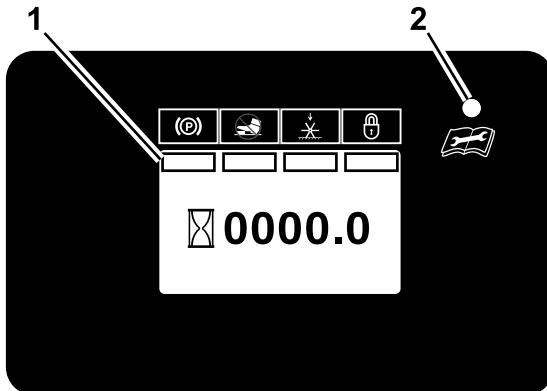
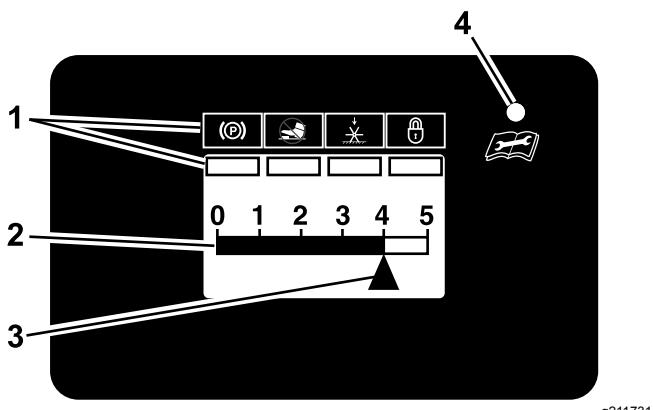

Bild 20
Bild 21
Nach der Anzeige der Startbildschirme erscheint der Standardbildschirm (Bild 20).
Ein höherer Wert in der Statusleiste (Bild 21) erhöht die Einstichtiefe der Belüftungszinken, eine niedrigere Zahl verringert sie.
Die LED ist mehrfarbig (Bild 20 und Bild 21), um den Systemstatus anzuzeigen:
- Um die Einstellung zu sperren, drehen Sie den Zündschlüssel fünf Mal von der Aus-Stellung in die EIN-Stellung. Die LED-Statusleuchte leuchtet in der Tines-Nutzungsanzeige (Referenz **Bild 21**).